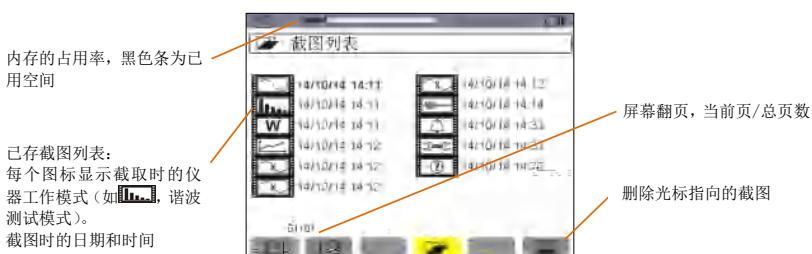

图 12-2 屏幕快照列表图例
在任一模式下，用户可短按 键直接进入截图列表进行截图浏览，如图 12-2 所示。
- ★ 短按 键，仪器显示 图标和截图列表(参见图 12-2)。
在屏幕显示截图列表中(如图 12-2 图例所示)。